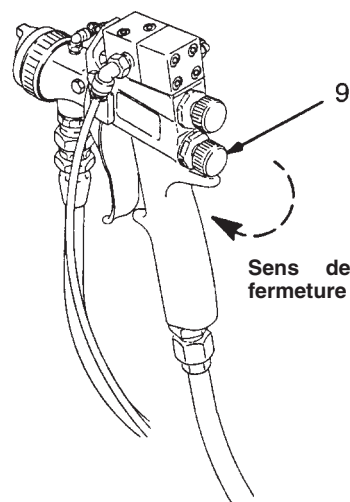

Fig. 11 02784
- D. Si une réduction du débit de colle au niveau du pistolet s'impose, tourner la molette de réglage du débit de produit (9) dans le sens horaire pour réduire le volume de la sortie de colle. Voir la Fig. 11.